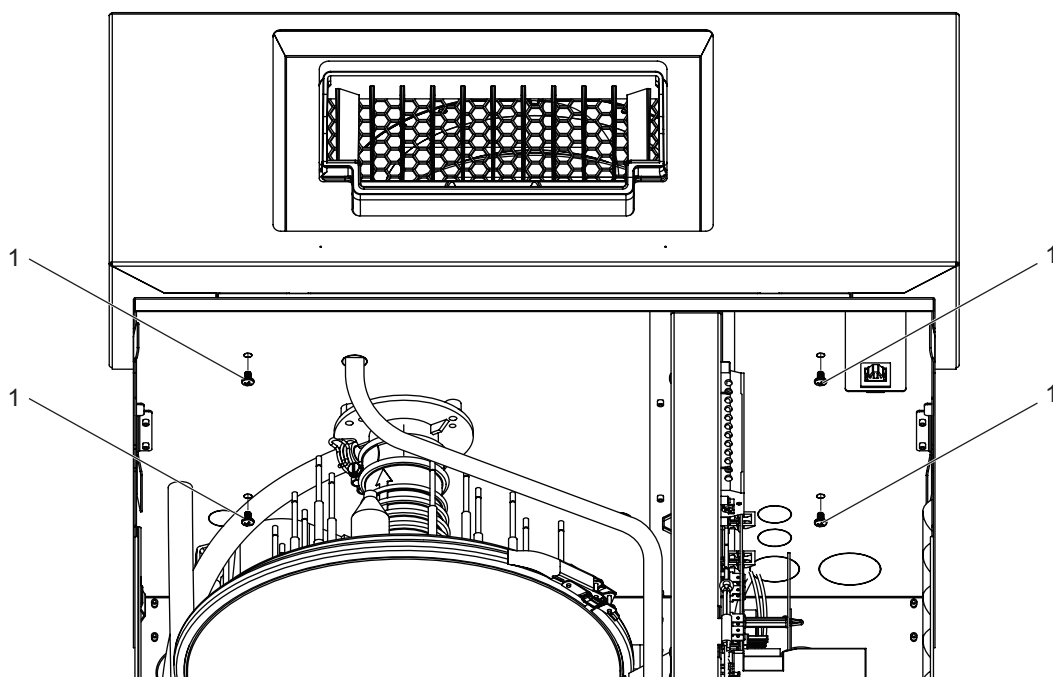

Figure 22 : Unité de ventilation fixée sur l'humidificateur
- Fixer l'unité de ventilation sur l'humidificateur par le fond, à l'aide de deux vis M4 x 6 mm fourni. Consulter la Figure 22 sur la page 38.